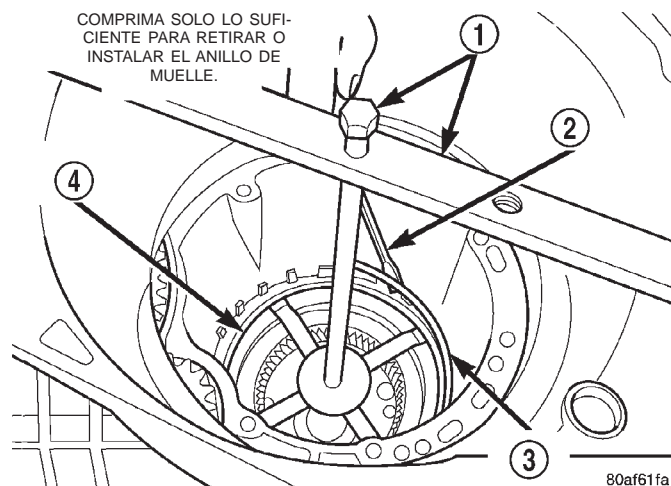
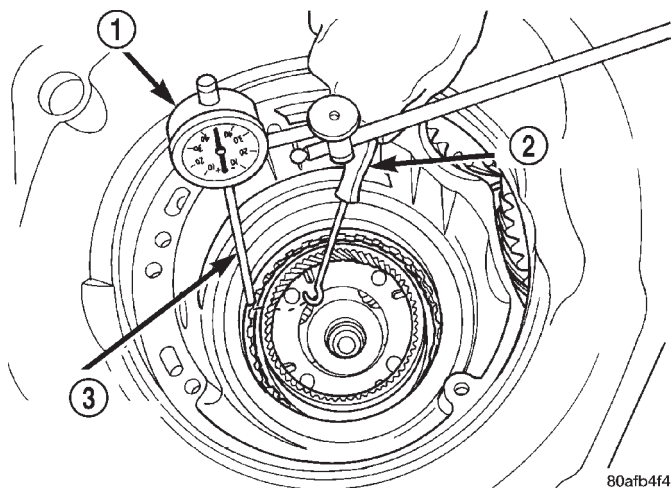

Fig. 128 Instalación del anillo de muelle del retén del embrague de 2-4
Fig. 129 Verificación de la holgura del embrague de 2-4
(46) Con la herramienta 5058, comprima el muelle de retroceso del embrague de 2-4 lo suficiente como para instalar el anillo de muelle (Fig. 128).
(47) Instale el anillo de muelle.
(48) Coloque el indicador de cuadrante como se muestra en la (Fig. 129) y mida la holgura del embrague de 2-4. Empuje hacia abajo con los dedos el conjunto del embrague y ponga en cero el indicador de cuadrante. **La holgura del conjunto de embrague de 2-4 es de 0,76-2,64 mm (0,030-0,104**